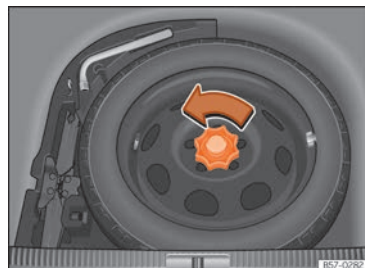

Fig. 310 Rueda de emergencia: piso de carga alzado.
- Gire la ruedecilla en sentido contrario a las agujas del reloj »» fig. 310.